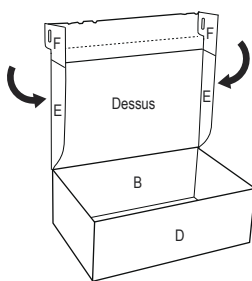

Figure 6
6. Repliez les rabats à fente (F) pour former un angle droit, comme illustré. (Voir Figure 6)